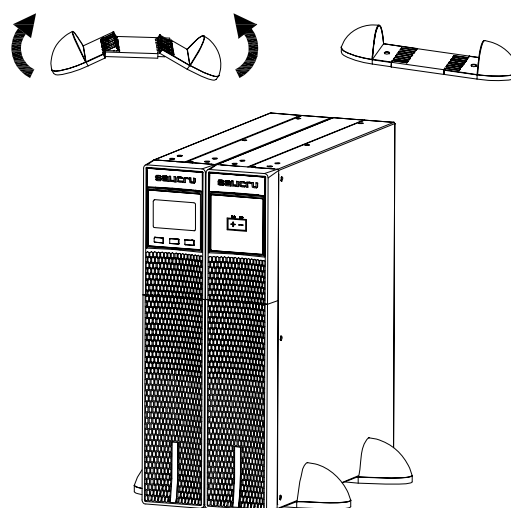

Abb. 7. Modell in vertikaler Montage -Turmausführung- mit Autonomieerweiterung (Batterieminidul).
- Die USV und das Batteriemodul zwischen den beiden Sockeln (siehe Abb. 7) und mit einem Abstand von 70 mm von jedem Ende, ähnlich wie in der Abb. 7 dargestellt, stehend aufstellen.